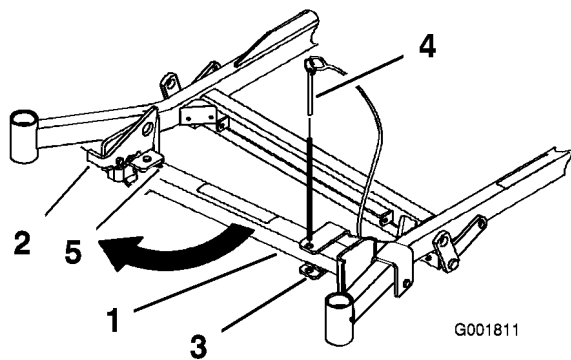
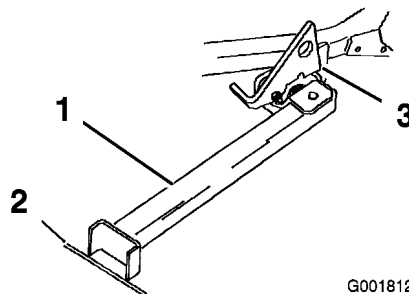

Figura 33
Figura 34
2. Retire el pasador del soporte (Figura 33).
3. Levante el enganche. Gire el pie del soporte hacia adelante, y deslice el soporte hacia la máquina, hasta que encaje en la parte de abajo de la ranura (Figura 33 y Figura 34).
4. Ponga el pie del soporte en el suelo con el enganche descansando sobre la pestaña de giro (Figura 34).
6. Conduzca la máquina sobre el soporte. Pare cuando el enganche caiga por encima de la pestaña a la posición bloqueada (Figura 34). Una vez que esté sobre el soporte, ponga el freno de estacionamiento y apague el motor.
Nota: Para obtener los mejores resultados, coloque el pie del soporte en una ranura de la acera o en el césped (Figura 34).
5. Ponga el soporte de nuevo en su posición de descanso (Figura 33).